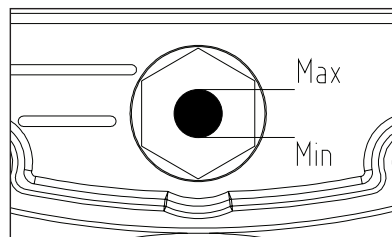

Рис. 3
6.7 Замените при необходимости транспортную пластиковую пробку на крышке картера сапуном, если он не был установлен. Проверьте уровень масла по меткам на окне маслоуказателя картера (Рис. 3), уровень масла должен быть не ниже среднего положения в контрольном окне картера.
трольном окне картера (Рис. 3). При необходимости доливайте масло (марка масла должна соответствовать марке масла, залитого в компрессор). После первых 50 часов работы или при изменении цвета масла (побеление – присутствие воды, потемнение – сильный перегрев) рекомендуется заменить его. Для замены масла нужно отвинтить сливную пробку на крышке картера, слить все масло из картера и вновь закрутить пробку. Не допускайте утечек масла из соединений и попадания масла на наружные поверхности компрессора.